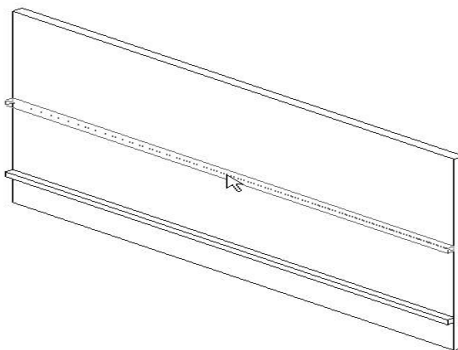

图 3-27 放置墙饰条
- 将光标放在墙上以高亮显示墙饰条位置，单击以放置墙饰条，见图 3-27。